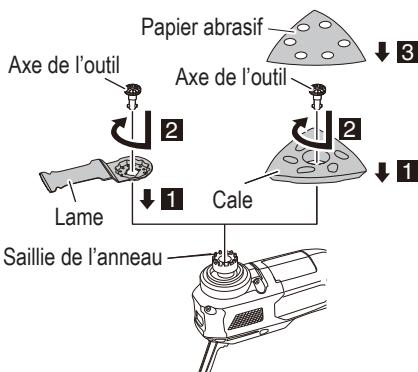

Fig. 10
- (3) Fixer l'outil d'application sur le porte-accessoire, en s'assurant que l'orifice de l'outil s'encastre dans la saillie de l'anneau. L'angle de fixation pour l'outil d'application peut être réglé par incrément de 30°. (Fig. 10)
- (4) Insérez fermement l'axe de l'outil tout en le tournant dans le sens horaire. (Fig. 10)
(6) Aligner les orifices lorsqu'on colle le papier abrasif sur le patin de ponçage. (Fig. 10)